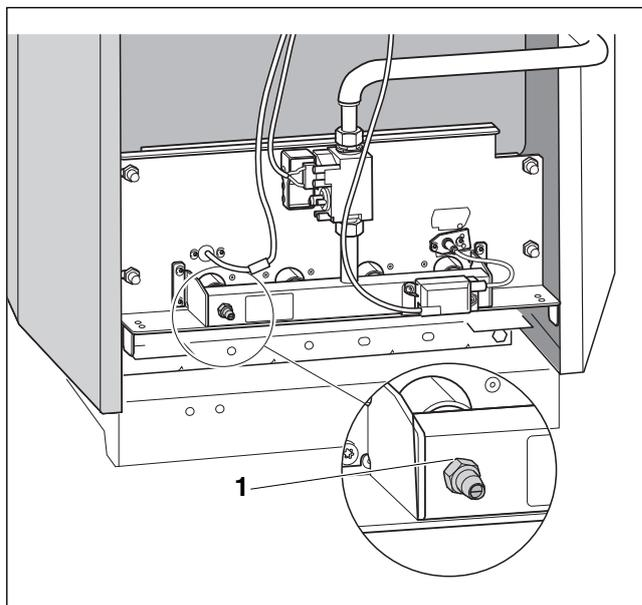

Рис. 44 Газовая горелка
- ▶ Открутить на два оборота измерительный ниппель на газораспределительной гребенке (→ рис. 44, [1]).